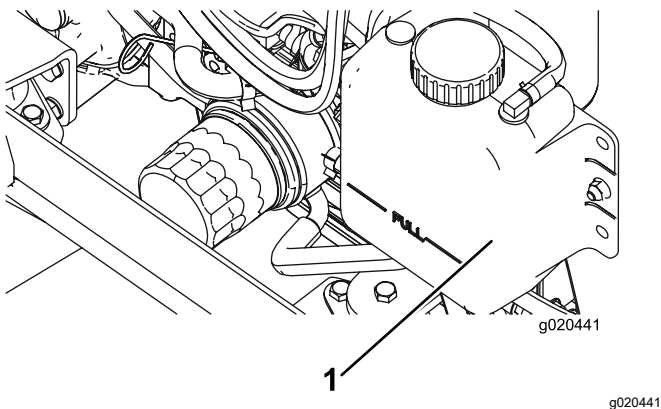

Figura 79
1. Retire cuidadosamente el tapón del radiador y el tapón del depósito de expansión (Figura 79).